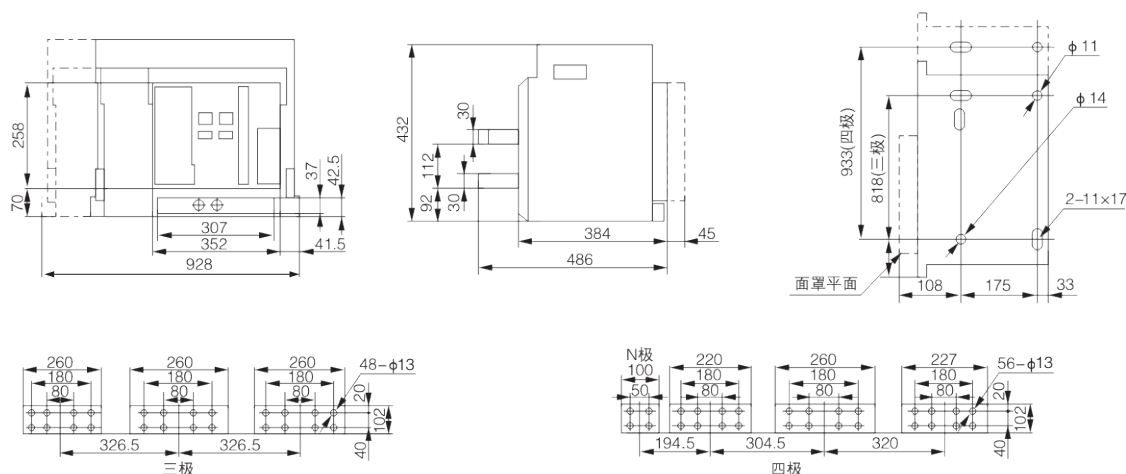

图16j
- 6300A抽屉式断路器三极、四极安装，外形尺寸(见图16j)